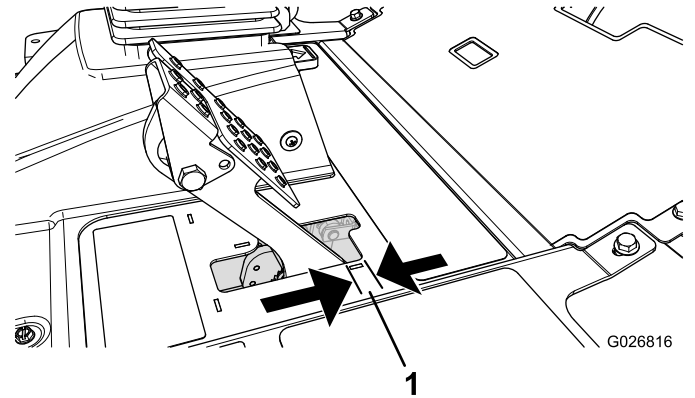

図 60
ブレーキペダルの「遊び」図 60が 2.5 cm 以上となったり、強く踏み込まないとブレーキの効きが悪いと感じられるようになったら、調整を行ってください。遊びとは、ブレーキペダルを踏み込んでから抵抗を感じるまでのペダルの行きしろを言います。
2. 後ナットを締めてケーブルを後方に移動させて、ホイールがロックする前のブレーキペダルの遊び図 60が 6-13 mm なるように調整する。